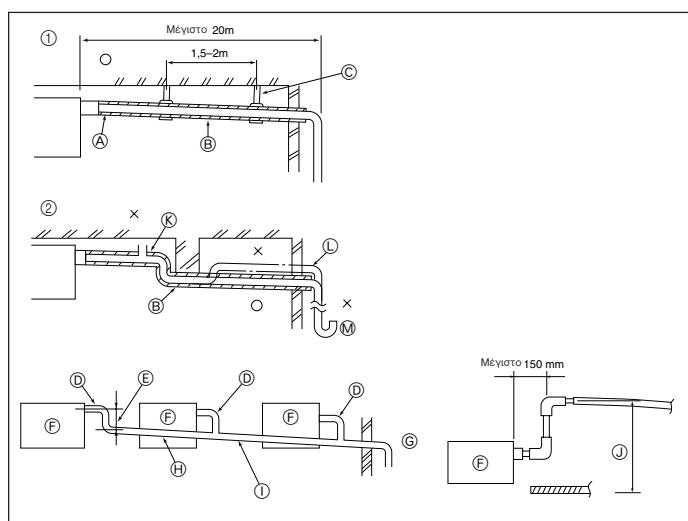

Fig. 6-1
6.1. Εργασίες Σωληνώσεων Αποχέτευσης (Fig. 6-1)
① Σωστή σωλήνωση
② Λανθασμένη σωλήνωση